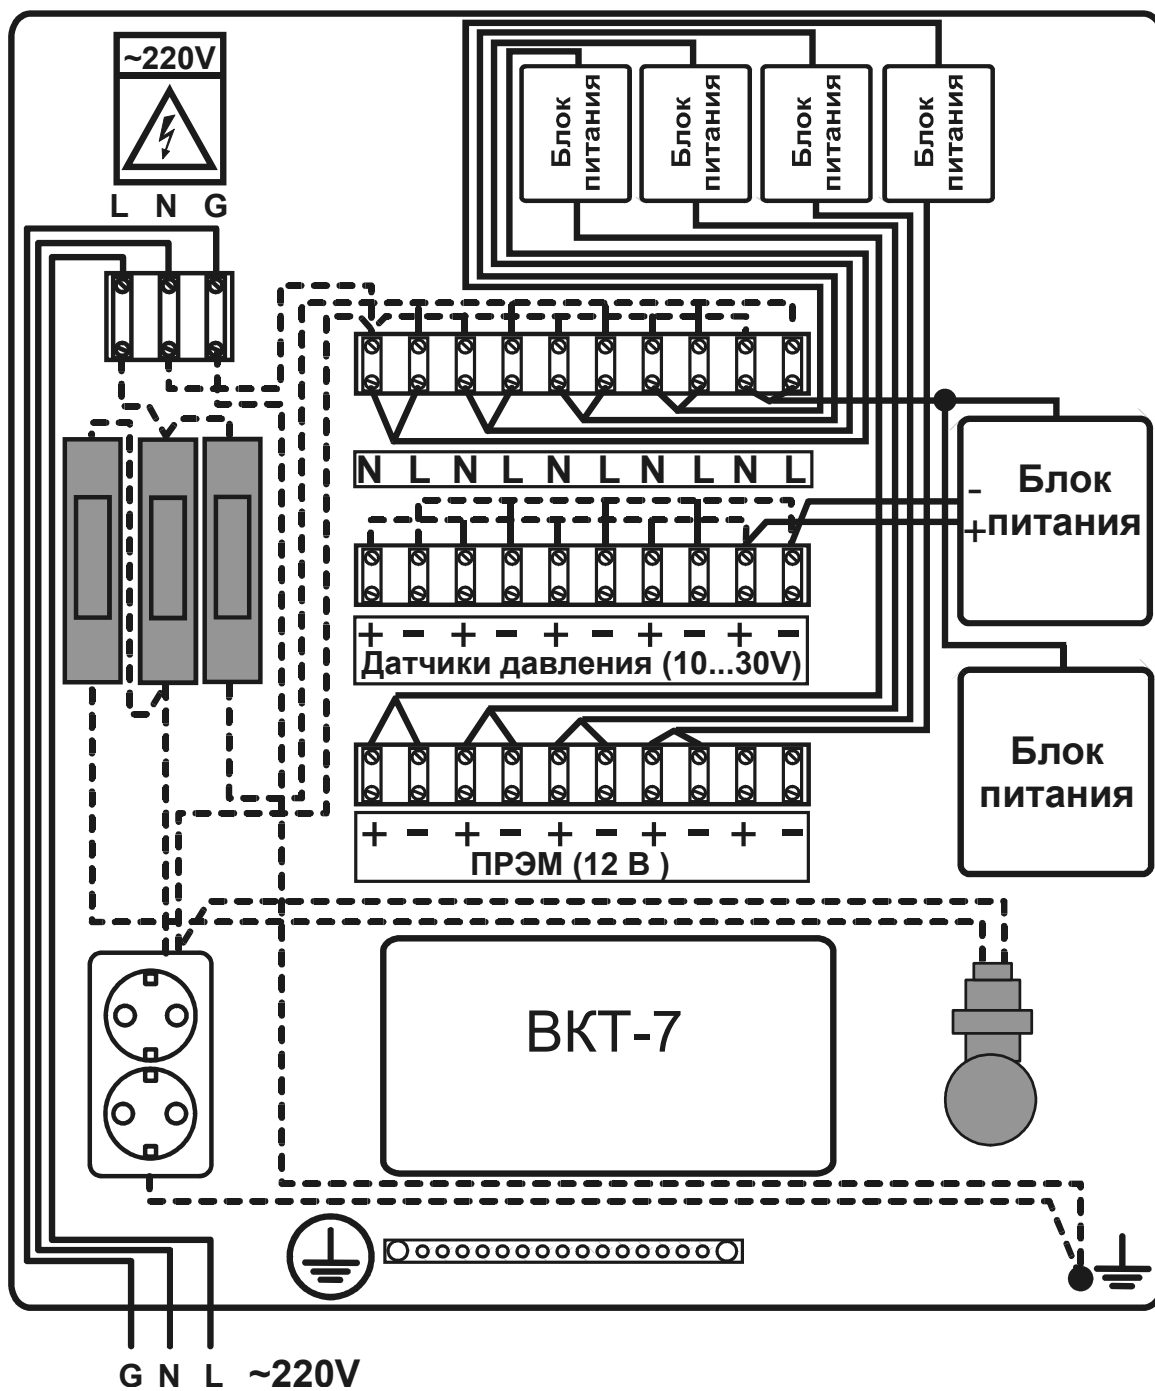

Рисунок 3 – Схема подключения
Электрическая разводка при выпуске показана на рис. 3 пунктиром.
5. Соединить блоки питания датчиков с клеммниками в соответствии со схемой, приведенной на рис. 3.
8. Завести кабель питания через гермоввод PG7, подсоединить его к клеммнику согласно рис. 3 и зажать гермоввод. Для фиксации кабеля использовать держатели, входящие в комплект поставки.
10. Выполнить соединения линий питания датчиков и сигнальных линий в соответствии со схемой, приведенной на рис. 3, и эксплуатационной документацией составные части теплосчетчика. Для фиксации линий использовать стяжки и крепеж, входящие в комплект поставки.